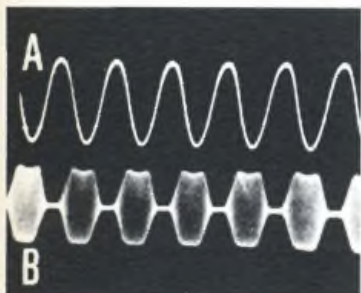

Fig. 22 - In A è visualizzata una forma d'onda modulante sfasata da un accoppiamento parassita.
Fig. 6 - Le conseguenze di un'interferenza fra il generatore della base dei tempi di scansione e l'amplificatore Y, (verticale). Comparare questo foto con le fig. 22 (A) e 32 che, per la loro somiglianza, potrebbero trarre in inganno.